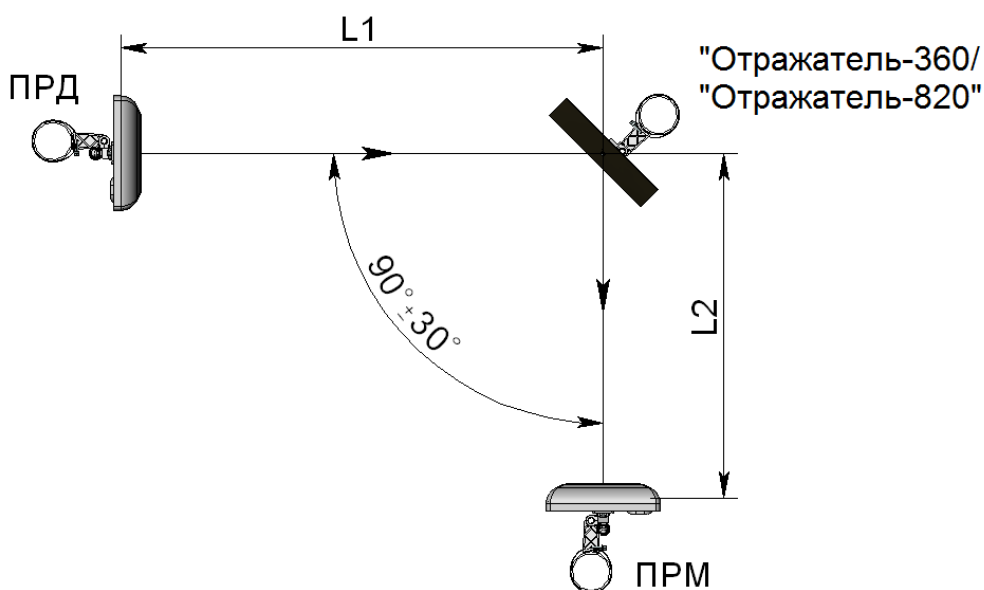

Рисунок 10.1
10.2 При работе с «Отражателем-360» суммарная длина зоны обнаружения $L1+L2$ (где $L1$ – расстояние между ПРД и отражателем, $L2$ – расстояние между отражателем и ПРМ, см. рисунок 10.1) не должна превышать: